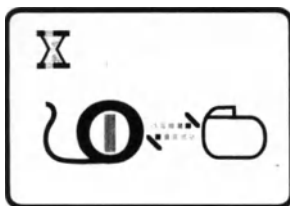

Рис. 2.4 Экран ожидания зарядного устройства.
- a. На дисплее зарядного устройства отобразится экран **ожидания зарядного устройства** (Рис. 2.4). Экран **ожидания зарядного устройства** свидетельствует о происходящем установлении связи между зарядным устройством и нейростимулятором.